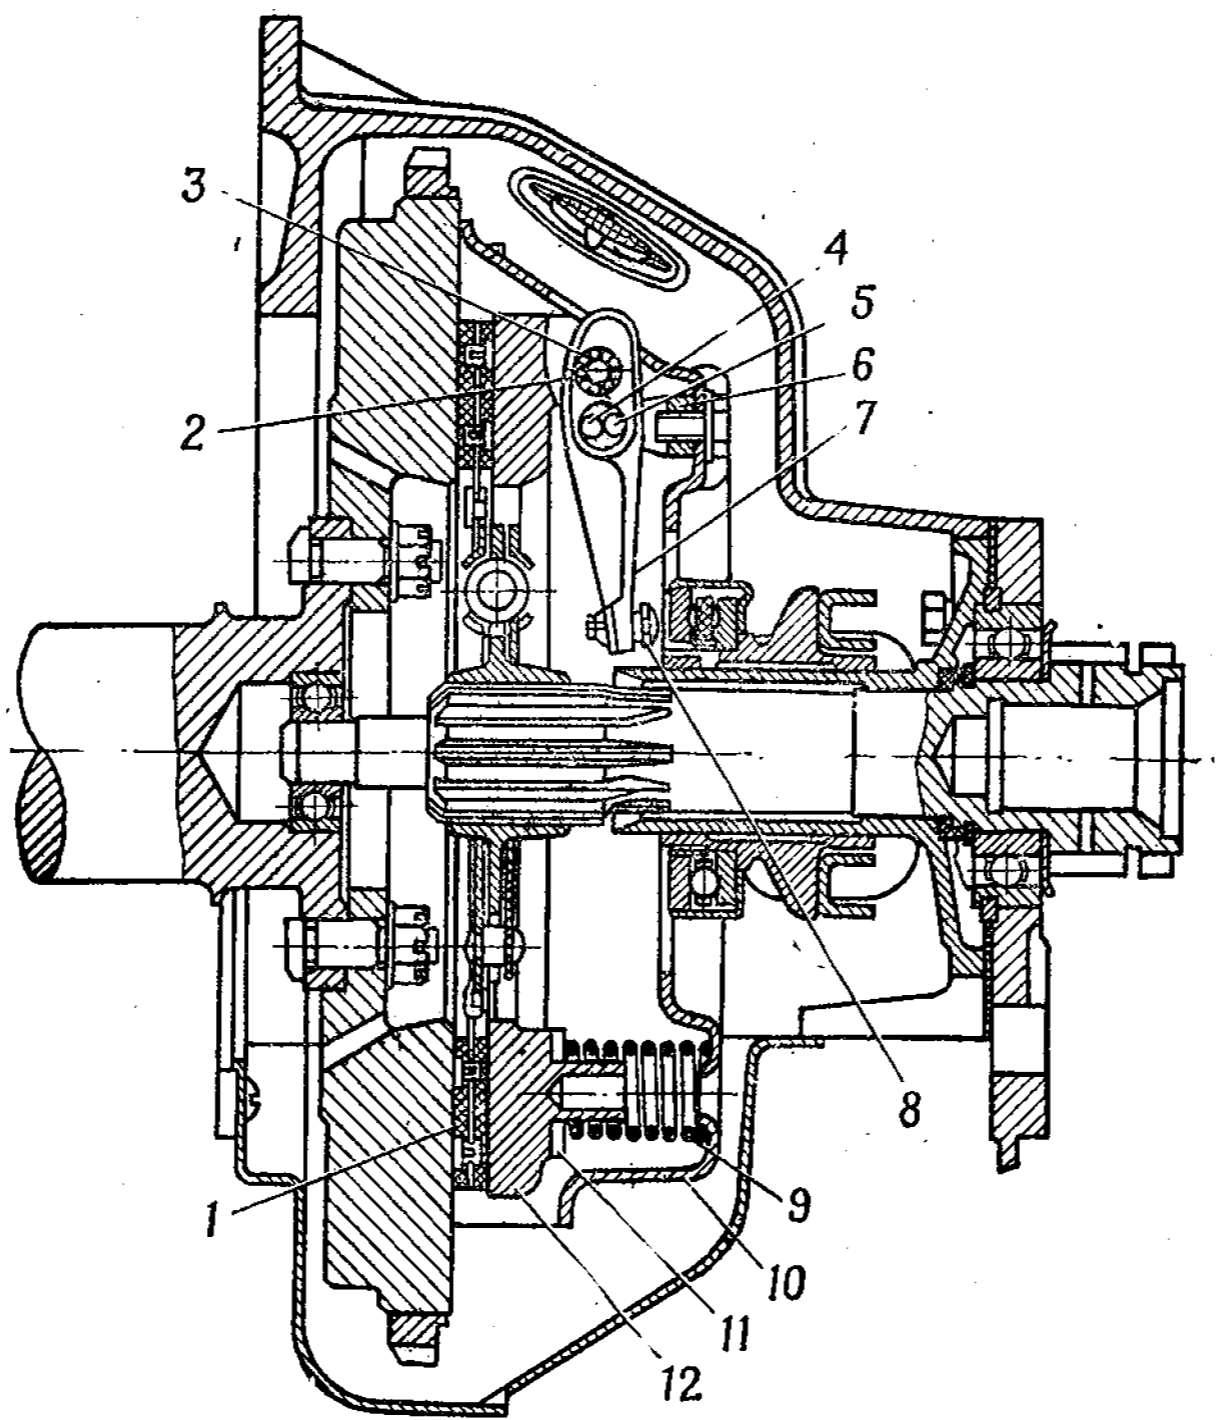
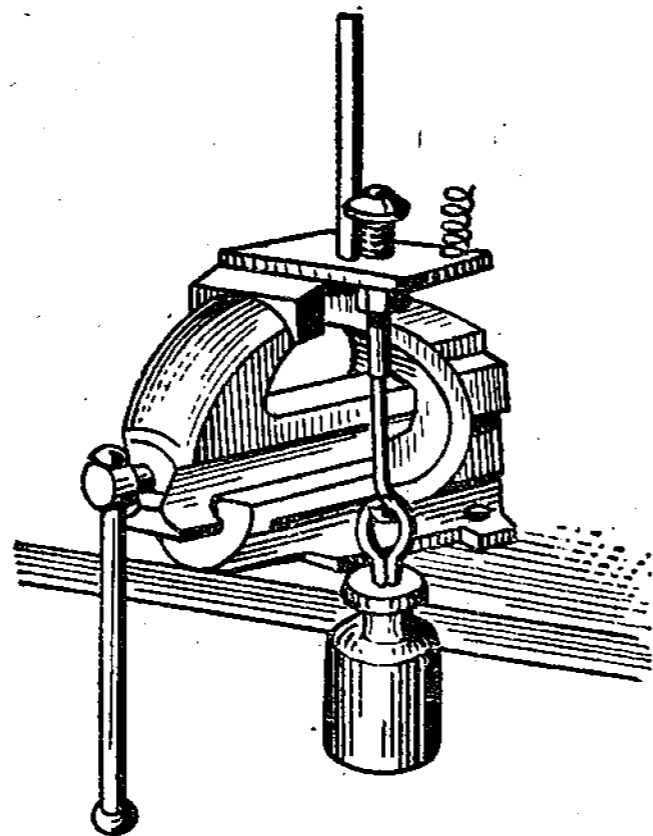

Рис. 87. Сцепление:
Рис. 94. Приспособление для проверки упругости пружин
<p style="text-align: center;">Разборка сцепления</p> <p>1. Установить нажимной диск 12 (рис. 87) с кожухом 10 в сборе на стенд, нанести на кожухе и нажимном диске метки, сжать пружины 9 нажимного диска.</p> <p>Метки на кожухе и нажимном диске наносятся для того, чтобы при сборке обеспечить первоначальное взаимное положение этих деталей для сохранения заводской балансировки</p> <p>2. Вывернуть болты с шайбами крепления опорных вилок 6, разжать пружины 9 нажимного диска, снять узел со стенда</p> <p>3. Снять кожух 10 сцепления, пружины 9 нажимного диска, изолирующие шайбы 11</p>	<p>* Стенд для сборки и регулировки сцепления; кернер 6; молоток АЗ</p> <p>Ключ 12—14</p>
10. Ввернуть в резьбовое отверстие оттяжного рычага 7 (рис. 87) регулировочный винт 8
<p>Взаимное положение пальца и ролика показано на рис. 87, при этом лыска на пальце должна быть обращена в сторону ролика</p> <p>12. Установить с помощью технологического резинового шарика во второе отверстие оттяжного рычага 7 иглы 3 подшипника оттяжного рычага и зафиксировать их положение шариком, ввести в отверстие рычага одну-две капли масла ТАп-15.</p> <p>В отверстие оттяжного рычага устанавливается 19 роликов</p> <p>13. Выполнить переходы 10—12 для сборки остальных оттяжных рычагов</p> <p>14. Установить нажимной диск 12 на стенд</p> <p>15. Установить оттяжной рычаг 7 в сборе с опорной вилкой 6 в паз ушек нажимного диска 12</p> <p>16. Совместить отверстия в оттяжном рычаге 7 и ушках нажимного диска 12, вставить палец 2 игольчатого подшипника, предварительно смазав его маслом ТАп-15, и зашлифовать</p> <p>17. Выполнить переходы 15 и 16 для установки остальных отжимных рычагов и пальцев на нажимной диск</p> <p>18. Установить на нажимной диск 12 изолирующие шайбы 11 и пружины 9.</p> <p>Комплект нажимных пружин должен состоять из трех пружин дет. 51-7572 и трех пружин дет. АА-7572, устанавливаемых через одну на нажимном диске, при этом каждая из трех пружин данного номера должна быть по своей упругости одной группы. Например: черная, серая, черная, серая, черная, серая и т. п.</p> <p>Сортировка и маркировка пружин по группам приведены в табл. 9.</p> <p>Упругость пружин можно проверять на приспособлении, указанном на рис. 94.</p>	<p>Технологический резиновый шарик \varnothing 8 мм; масленка</p> <p>Стенд для сборки и регулировки сцепления</p> <p>—</p> <p>Посуда для смазки; кисть волосяная; плоскогубцы 150</p> <p>—</p>
19. Установить на нажимной диск 12 (рис. 87) кожух сцепления 10 и сжать пружины 9